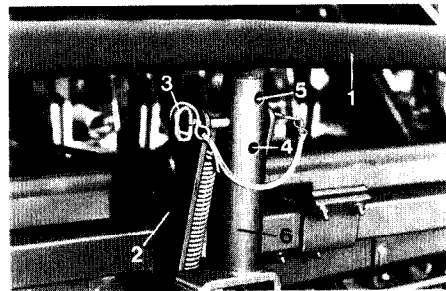

Fig. 84
Ophænget (Fig.84/1) skal, efter at sikringsbolten (Fig.84/3) er fjernet, svinges til den side hvor markørtallerkenen er fastgjort, og fastgøres som følger:
- Monteringshul foran (Fig.84/4), til ensidig markering til højre
- Monteringshul bagved (Fig.84/5), til ensidig markering til venstre.
I transportstilling skal ophænget (Fig.84/2) og bæreamen (Fig.84/6) fastspændes og sikres med bolten (Fig.84/3).
På **offentlig vej** skal markørholderen (Fig.84/1) med tallerkenerne tages af.